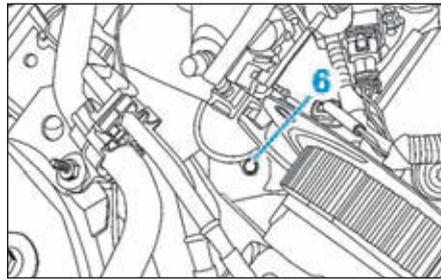

FIG.47
- Desserrer la vis (6) du conduit d'alimentation en air du turbocompresseur (Fig.47).